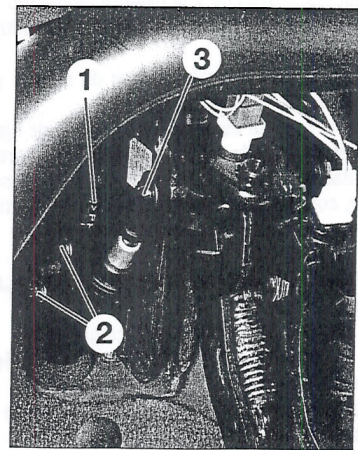

FIGURA 2-2
Desmontar los tornillos de fijación (2) (figura 2-2).